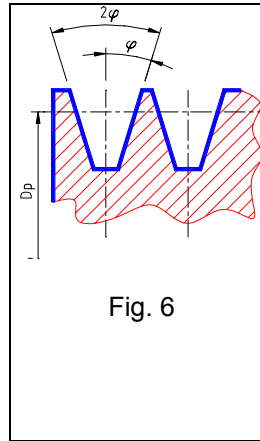

Fig. 6
- $\eta$  : Coefficiente d'attrito tra cinghia e puleggia (nel caso di cinghie trapezoidali esso va diviso per  $\sin(\varphi)$ , dove  $\varphi$  è l'angolo di semiapertura della gola misurato in rad). Fig 6
*Friction coefficient between belt and pulley (in case of V-type belts, this coefficient has to be divided by  $\sin(\varphi)$ , where  $\varphi$  is the angle of the semiaperture of the rim of the pulley in rad). Fig 6*